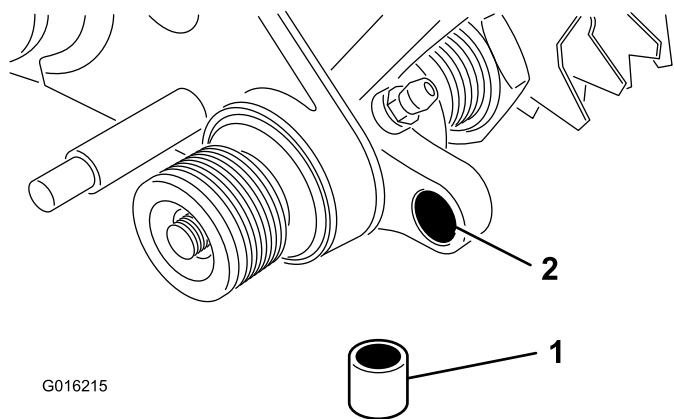

Figura 11
26. Inserite una boccola nel foro del gruppo di rotazione del groomer (Figura 11).